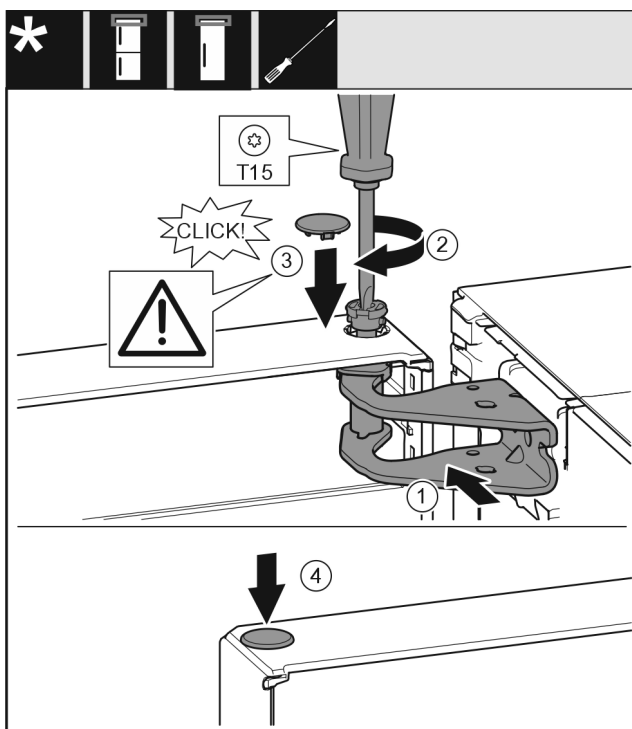

Fig. 21
- ▶ Orientar la parte superior de la puerta respecto a la apertura del soporte de apoyo. Fig. 21 (1)
- ▶ Inserte el perno Fig. 21 (2) y apriételo con un destornillador.
- ▶ Monte la cubierta de seguridad Fig. 21 (3) para asegurar la puerta: Introduzca la cubierta de seguridad y compruebe que se apoya en la puerta. De lo contrario, inserte los pernos completamente.
- ▶ Inserte el tapón Fig. 21 (4).